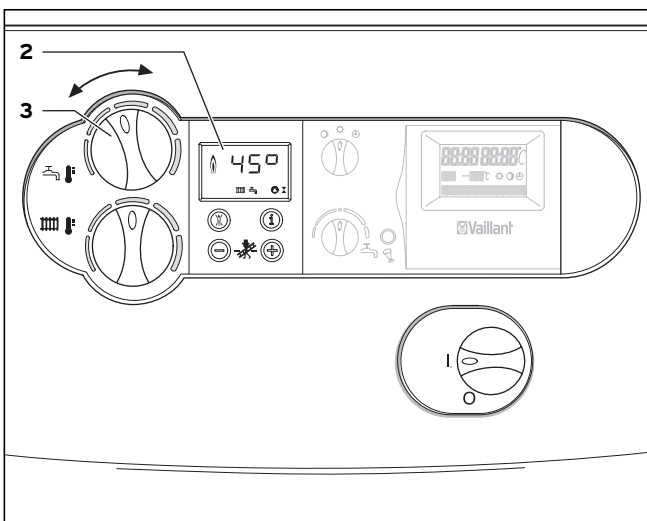

Abb. 4.6 Einstellung der Speichertemperatur (nur bei angeschlossenem Warmwasserspeicher)
Bei Unterschreiten der eingestellten Speichertemperatur geht das Gerät selbsttätig in Betrieb und heizt den Speicher nach. Während der Speicherladung blinkt im Display (2) die Anzeige , siehe Abbildung 4.6.
- Drehen Sie hierzu den Drehknopf (3) zur Einstellung der Warmwassertemperatur auf Linksanschlag, siehe Abbildung 4.6. Es bleibt eine Frostschutzfunktion für den Speicher aktiv.